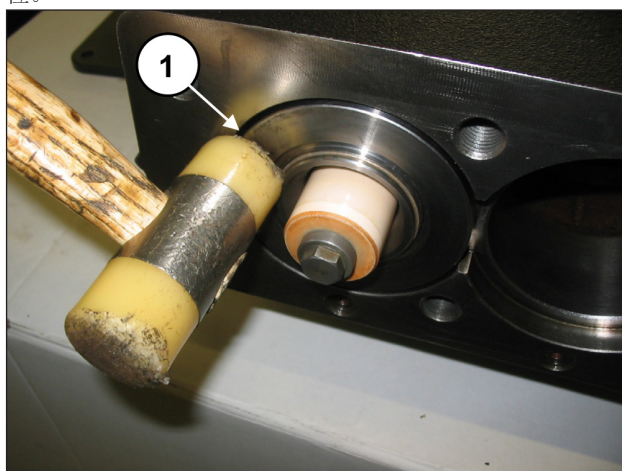

图 160
确保缸套/密封圈支架单元在底座 (①, 图 160) 正确定位。